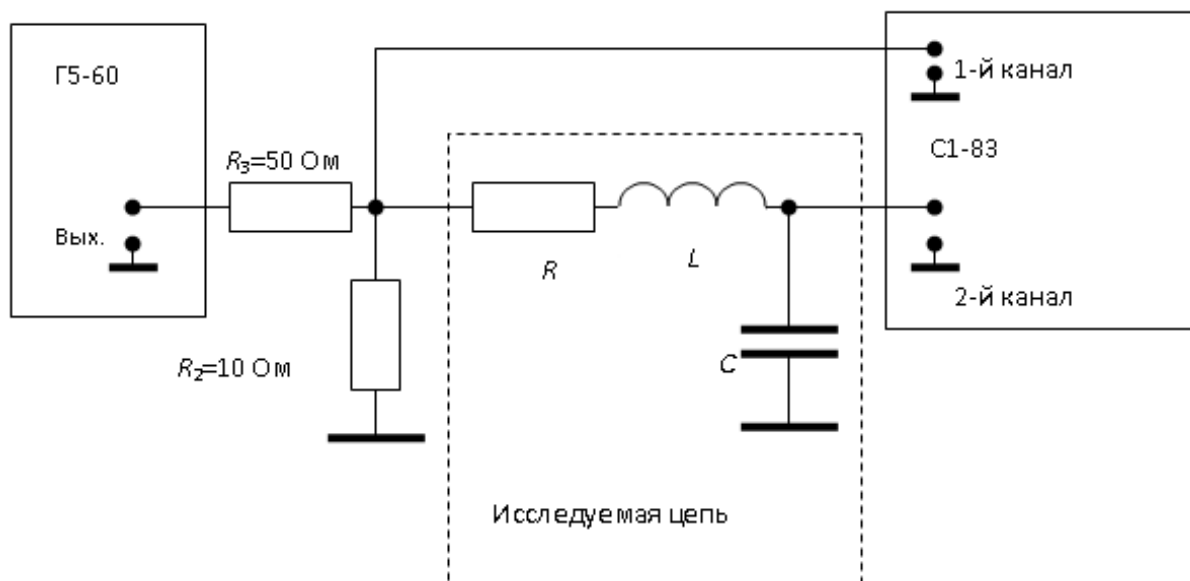

Рис. 4.2
3.1. Для экспериментального исследования переходного процесса в последовательном колебательном контуре соберите цепь рис. 4.2.